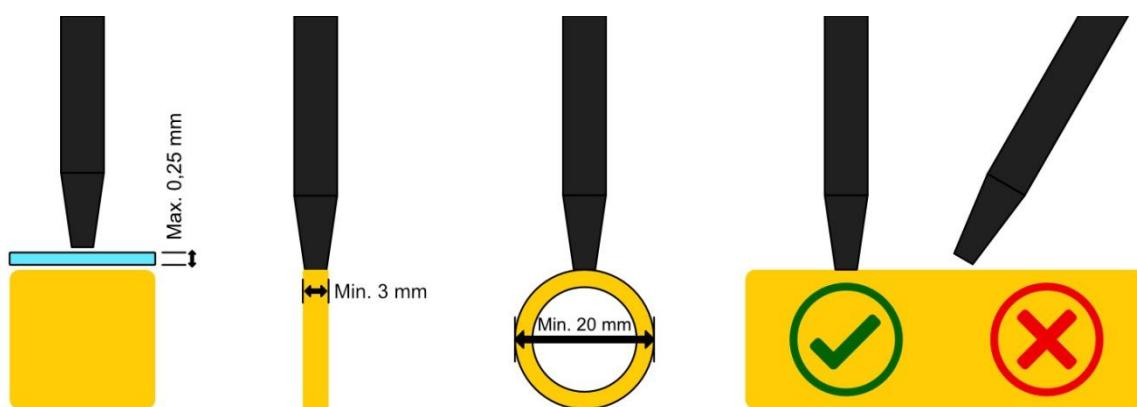

Abbildung 2 – Hinweise zur Positionierung der Messspitze.
Zur Bestimmung des Leitwerts Ihres Prüfobjekts, halten Sie die Spitze des Stiftes senkrecht auf die Oberfläche des Prüfobjekts (siehe Abbildung 2). **Setzen Sie die Spitze nicht zu kraftvoll oder auf scharfkantige Prägeränder auf, da dies die sensible Spule in der Spitze beschädigen oder zerstören kann. Ein leichtes Aufsetzen, wie beim Schreiben mit einem Kugelschreiber, ist völlig ausreichend.** Das Gerät führt pro Sekunde zwei Messungen durch. Dadurch wird der Leitwert kontinuierlich mit einer Genauigkeit von einer Nachkommastelle auf dem Display ausgegeben ③. Aufgrund der Messintervalle und der anwenderbedingten Veränderung der Position der Messspitze während der Messung ist es möglich, dass der ausgegebene Leitwert nicht konstant auf einem Zahlenwert bleibt.